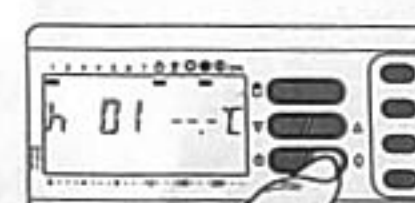

Fig. 69
**13.5** - Premere una sola volta il pulsante **C** (fig. 69).